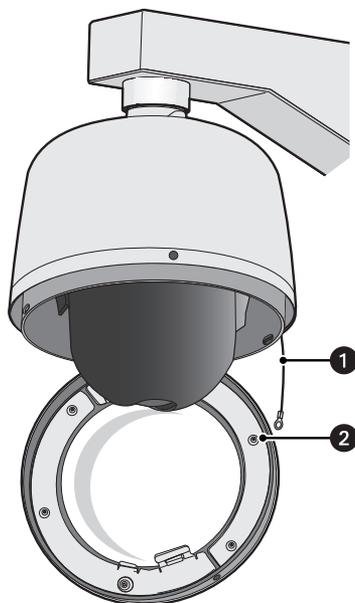

Figura 19. Encaixe da correia no dome inferior de aço inoxidável
1. Encaixe a correia da back box no dome inferior. Encaixe a correia ao parafuso de retenção mais próximo. Consulte figura 19.